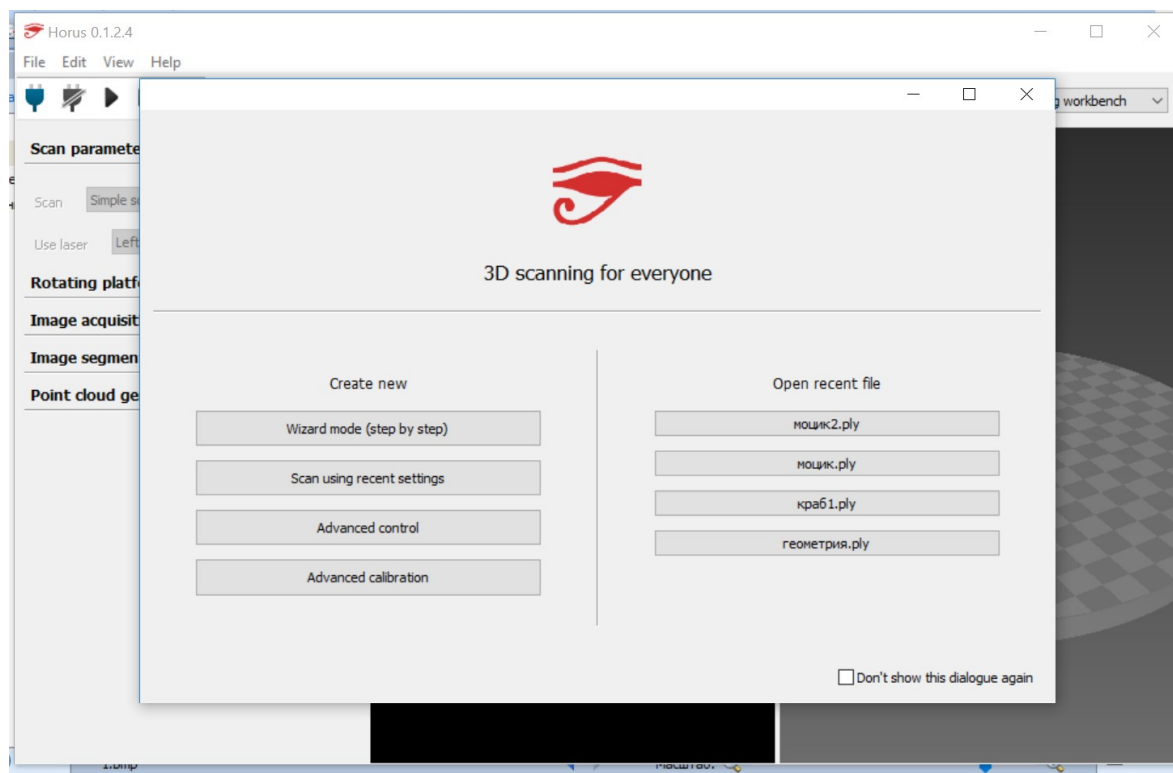

Рис. 25
1. Окно с множеством кнопок, которое открывается изначально (рис. 25), сразу закрываем. В основном окне программы в раскрывающемся списке в верхнем правом углу выбираем пункт **Control workbench** – «режим контроля».